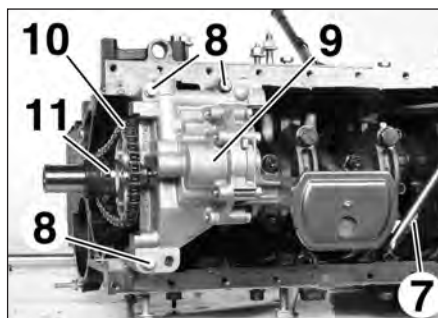

FIG.16
- la vis (7) de la jauge à huile sur la crépine (Fig.16),
- les trois vis (8) de fixation de la pompe à huile,
- la pompe à huile (9) en même temps que la chaîne (10) et le pignon (11).